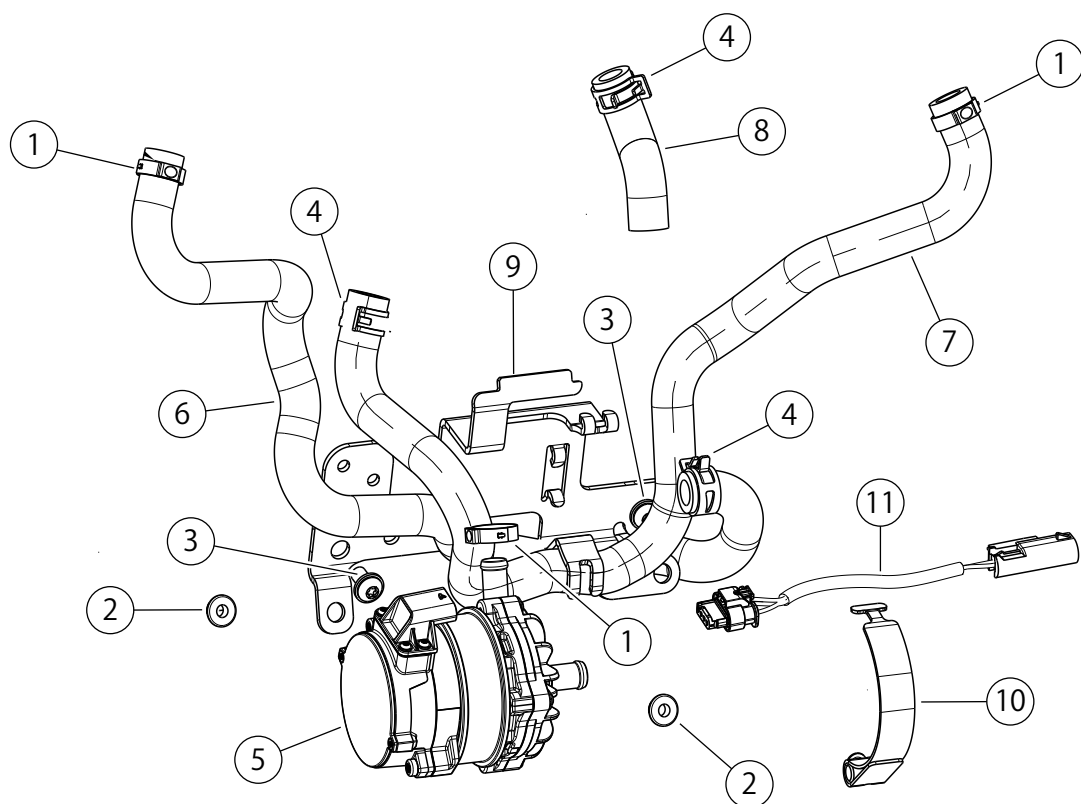

図19。交換用パーツ: クーラントポンプシステムキット
8. 図19を参照してください。ポンプからつなげるエンジンホース(8)とクランプ(1)を位置づけます。
- a. 図19を参照してください。エンジンからつなげる左ラジエーターホース(7)、ホースクランプ(4)、ホースクランプ(1)を位置づけます。
1. 図19を参照してください。右ラジエーターからつなげるポンプインレットホース(6)、クランプ(1)、ホースクランプ(4)を位置づけます。